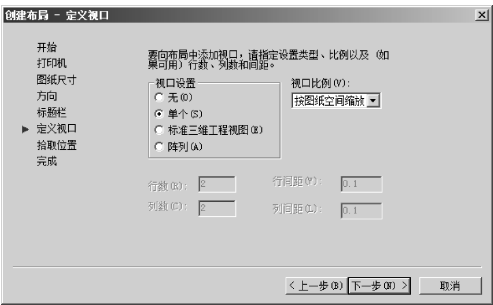

图 7-8 “创建布局 - 定义视口”对话框
6) 单击“下一步”按钮，出现“创建布局 - 定义视口”对话框，用户可以在此指定新建的布局默认视口设置和比例等。当选择“阵列”选项时，则下面的 4 个文本框将会被激活，左边两个文本框分别用于输入视口的行数和列数，而右边两个文本框分别用于输入视口的行距和列距，如图 7-8 所示。